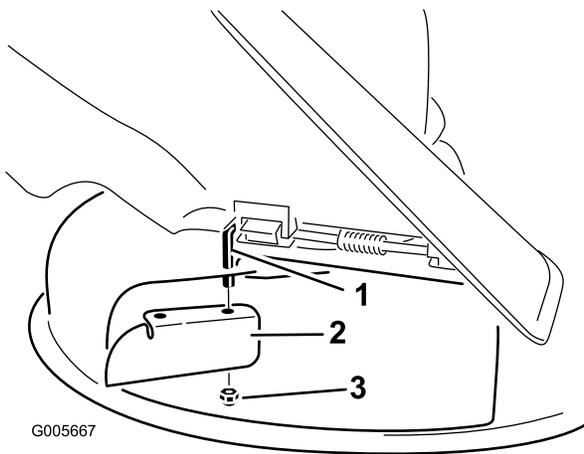

Figure 15
7. Montez le déflecteur d'ouverture sur la tige de pivot exposée (Figure 15).
3. Enlevez le déflecteur d'ouverture du plateau de coupe (Figure 15).